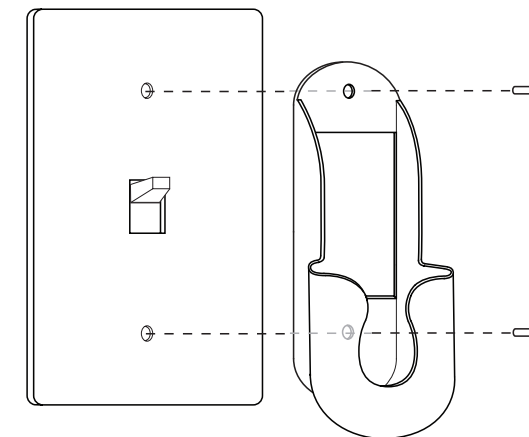

Figura 14 - Instalación del portatransmisor
- 4) Monte el portatransmisor sobre el interruptor de pared de la unidad Illumi-Heat usando los tornillos de la placa existente. Vea la Figura 14.